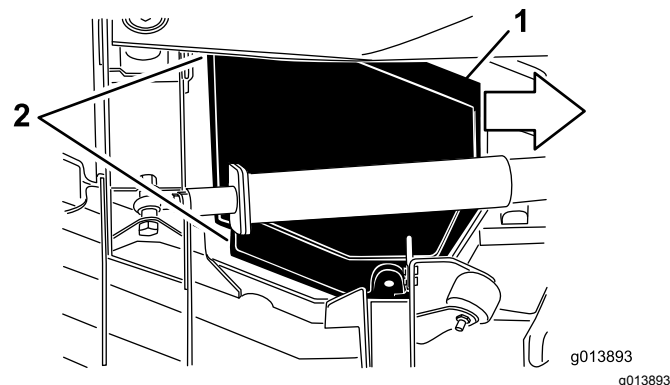

Figura 67
5. Sollevando il coperchio, fatelo scorrere verso il trattorino di circa 2,5 cm, per sganciare il bordo del coperchio esterno dal piatto (Figura 67).